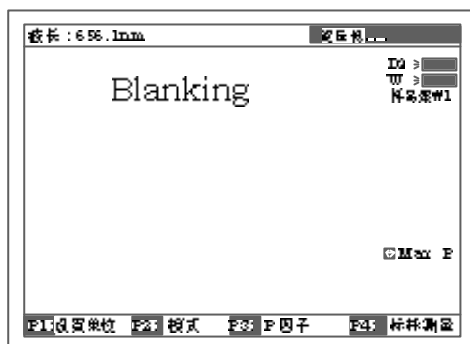

图 8
注意:1.如果参比液太浓,“能量不足……”将显示在屏幕的右上角(图 8).如果“能
2.如果没有安装自动样品架，图 8 中，“样品架 #1”和“Max E”将不会出现。